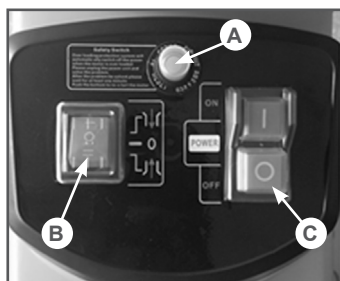

Рис. 2 Панель управления
2. Установите, нажатием на клавишу, переключатель В (Рис. 2) режима работы Вперед/Назад в положение Вперед .
3. Установите, нажатием на клавишу, электромагнитный выключатель С (Рис. 2) в положение ON «I» (ВКЛЮЧЕНО), электродвигатель включится.
Выключайте электродвигатель только, если измельчитель совершенно пуст. В противном случае при повторном включении может произойти блокировка ножа. Для выключения измельчителя нажатием установите клавишу электромагнитного выключателя С (Рис. 2) в положение OFF «0» (ВЫКЛЮЧЕНО).
При блокировке отключается двигатель (выскакивает кнопка предохранителя А (Рис. 2), а электромагнитный выключатель устанавливается в положение OFF «0» (ВЫКЛЮЧЕНО).
- Включите кнопку А (Рис. 2).
- Нажатием установите клавишу В (Рис. 2) «Вперед / Назад» в положение Назад, чтобы изменить направление вращения ножа.